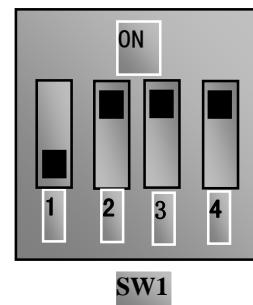

图 4-4 拨码开关
- (2) 按方式键，进入编程菜单。
- (3) 进行电机参数学习；操作步骤与例 1 完全相同。
- (4) 设置变频器的功能参数：
- ① 进入 F106 参数，设置为 0，控制方式选择无速度传感器矢量控制；
- ② 进入 F203 参数，设置为 1，选择模拟 AI1, 0~10V 电压端子频率设定方式；
- ③ 进入 F208 参数，设置为 1，选择方向端子（OP6 设置为正转；OP7 设置为反转）控制运行；
- (5) 对于三相变频器控制端子排附近有一四位红色拨码开关 SW1，如图 4-4 所示。拨码开关的作用是选择模拟量输入端子 AI1、AI2 的输入范围（0~5V/0~10V/0~20mA）。实际使用时通过 F203 来选择模拟量输入通道。按图示把开关 1 拨到 OFF、3 拨到 ON 位置，选择 AI1 通道 0~10V 电压调速。